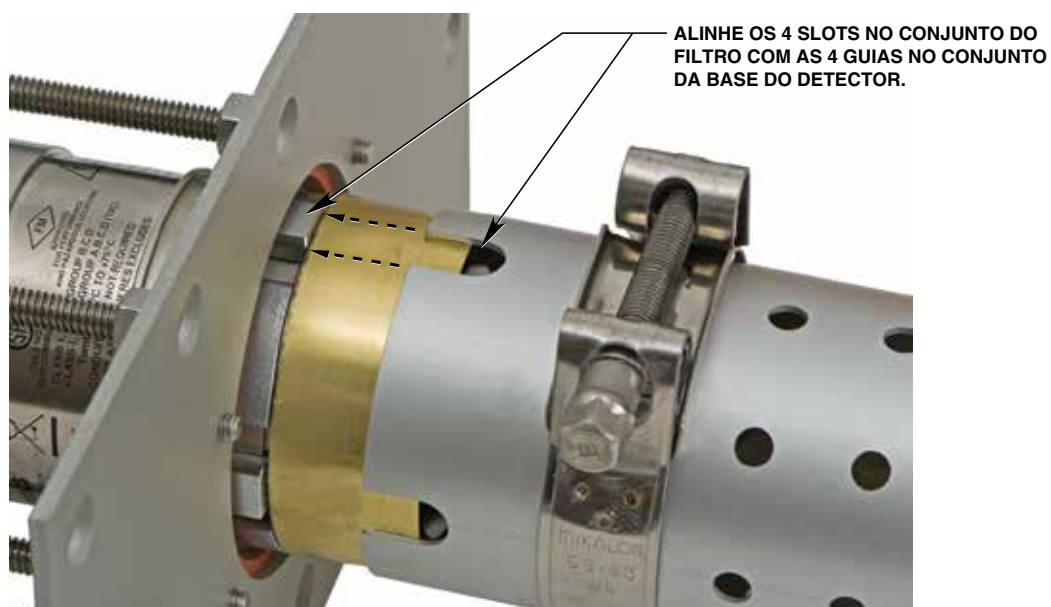

Figura 15 — Slots do conjunto do filtro alinhados com as guias do conjunto da base do detector
11. Com uma das mãos, envolva o calço na tampa de montagem do conjunto eletrônico e mantenha-o no lugar. Use a outra mão para deslizar o conjunto do filtro sobre o conjunto do espelho e o calço. Alinhe os slots e as guias conforme ilustrado na Figura 15, em seguida, aperte a braçadeira de estabilização.